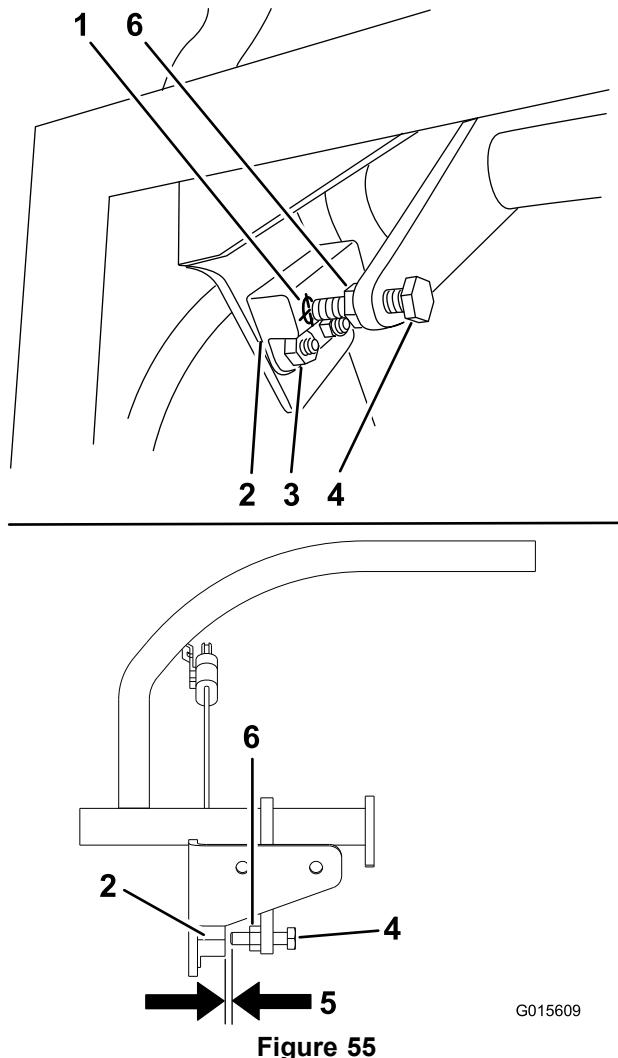

Figure 55
1. Vérifiez que le boulon fixé au levier de commande de déplacement est aligné avec la cible du contacteur de proximité (Figure 55).
2. Au besoin, desserrez les boulons et réglez le contacteur de proximité jusqu'à ce que la cible soit alignée avec le boulon fixé au levier de commande de déplacement (Figure 55).
3. Vérifiez la distance entre le boulon et le contacteur de proximité. Elle doit être comprise entre 1,27 et 2,29 mm (0,050 et 0,090 po) (Figure 55).
- Si un réglage est nécessaire, desserrez l'écrou de blocage et réglez le boulon à la bonne distance. Serrez l'écrou de blocage après avoir réglé le boulon (Figure 55).